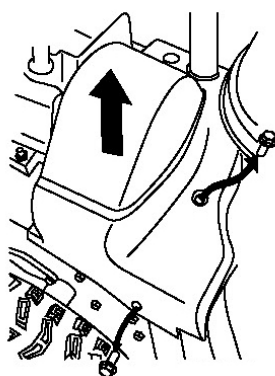

Рисунок 44.
2. Поднимите правую сторону крышки ремня (Рис. 44)